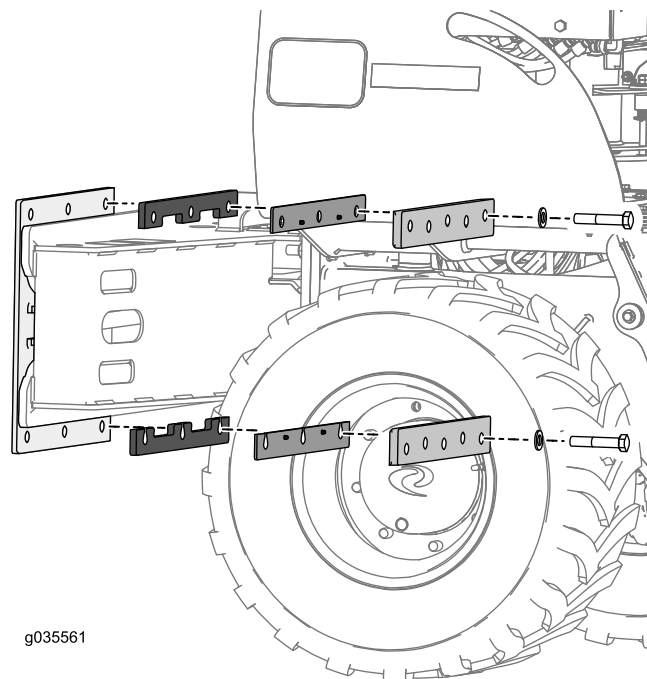

Рисунок 4
7. Установите верхнюю и нижнюю плоские проставки на монтажную пластину механизма смещения, закрепив их на месте с помощью двух болтов (3/4 x 4 дюйма) и двух шайб, как показано на Рисунок 4.